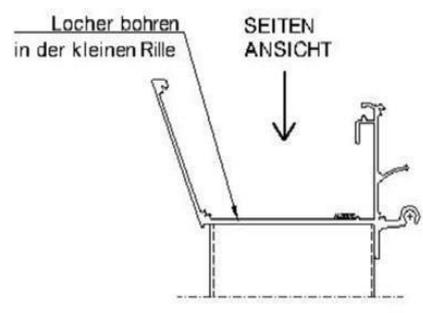

Abb. 7
- Nehmen Sie jetzt die Bohrschablone und legen Sie diese außen in die Rinne an, und bohren Sie die Löcher an beiden Seiten mit einem 4mm Metallbohrer vor, um später die Rinne mit dem Pfosten zu verbinden. (siehe Abb.: 7)